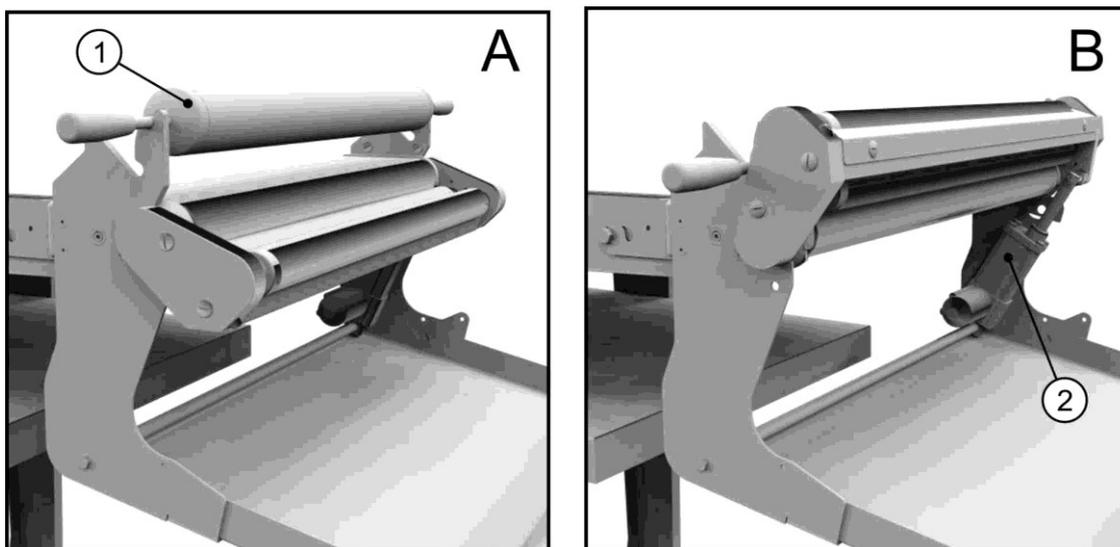

Рисунок 15
Во время производства теста наматывающее устройство должно быть отключено А (смотрите Рисунок 15), при этом скалка должна находиться в специально выделенном для неё месте Из. 1. Если в программе предусмотрена работа наматывающего устройства, машина произведёт следующие операции в автоматическом режиме:
- В последнем запрограммированном прокате наматывающее устройство позиционируется в рабочей позиции, вверху, вращаясь от регулятора Из. 2 Рисунок 15 и скалка позиционируется на рабочем столе
- После намотки, через несколько секунд, система перемещает наматывающее устройство в позицию отдыха А (Рисунок 15)